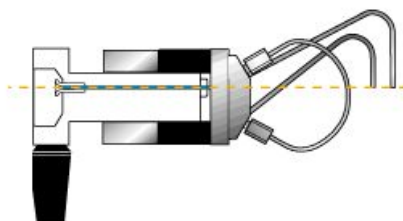

图3 管线的正确位置
c) 详见注意4.4。连接通道5和6的两个排液管, 放置两个排液口的末端于同一水平高度, 来防止针道虹吸。参见图3。